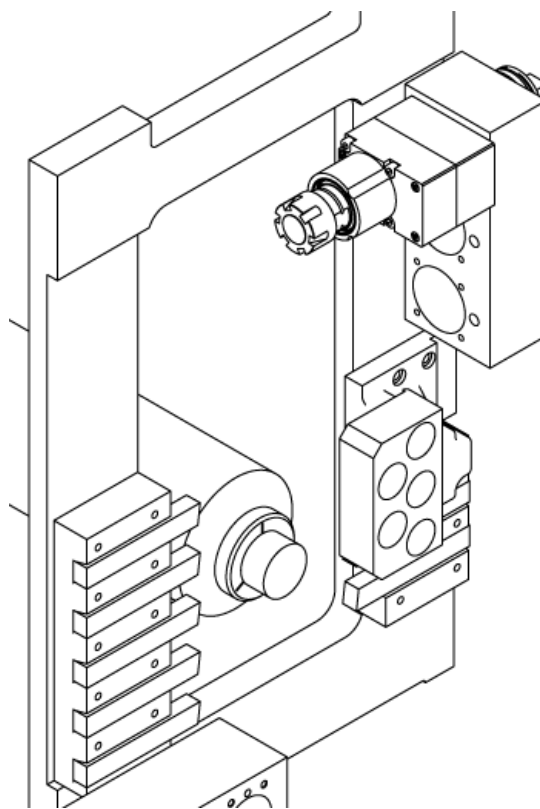

Figure 3
Pour fixer le porte outil (fig.1-2, pos. 1), centrer la queue dans la position T11, T14 ou T17 de la machine (fig. 3). Serrer les 4 vis M5 (fig.1-2, pos. 2).